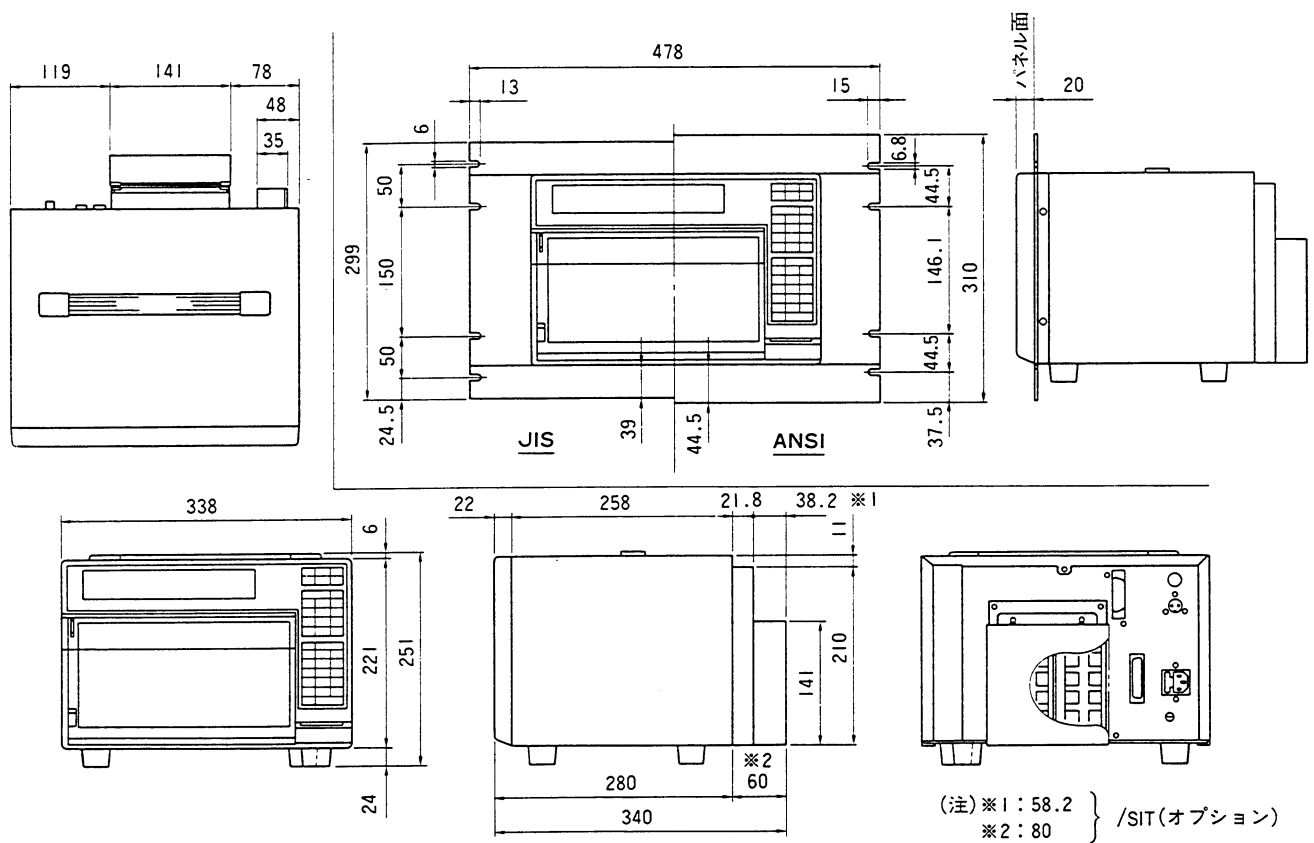

図4.1 HR1300 の外形寸法およびラック取付方法
- 3) 図 4.1 に HR1300 の外形寸法およびラック取付方法を示します。